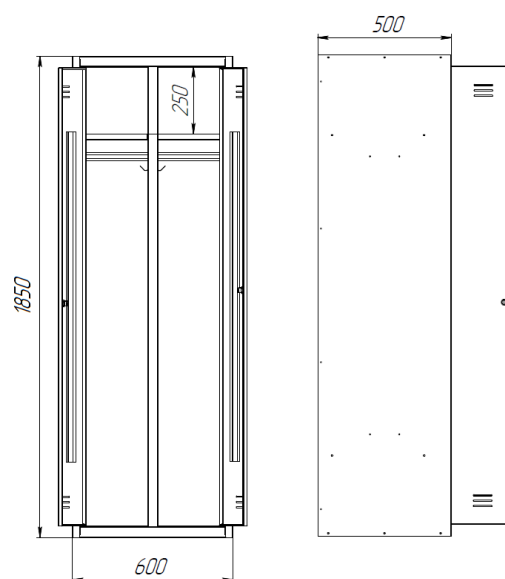

Рис. 1
2.1 Шкаф (см. рис.1) должен соответствовать требованиям настоящего паспорта и технической документации.